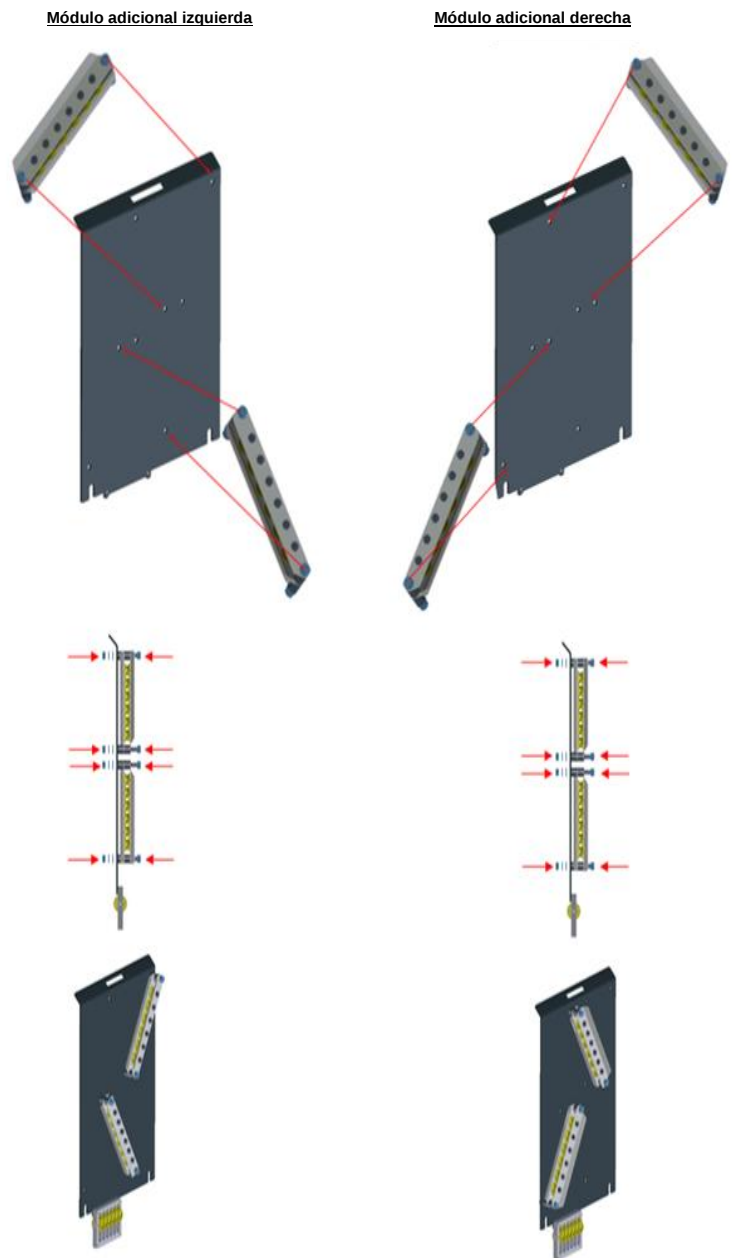

Fig. 10: Montaje de las piezas de desvío en el módulo adicional
1. La pieza de desvío para el módulo adicional (XL) se fija como se muestra en la Fig. 10. Debe tenerse en cuenta si se precisa la desviación para el lado derecho o izquierdo.